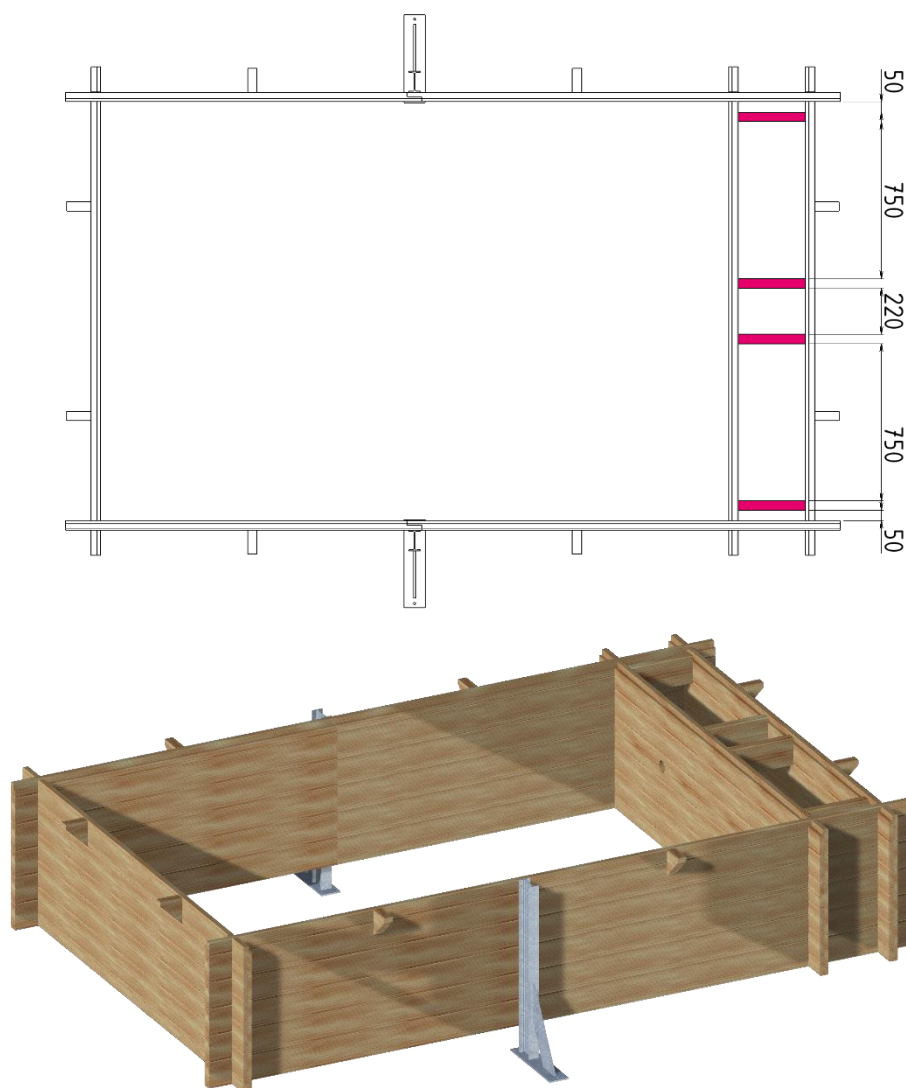

Figura 10 – Posiciones de los refuerzos en la caja
- entre ellas como se indica en la Figura 10, usando 2 tornillos por par de tablas, y a ambos lados, cada uno con 5 tablas de altura, para un total de 24 tornillos de cabeza avellanada torx 5 x 40 de acero inoxidable A4 roscados 25 mm (bolsa B).
En la última fila de calzas de madera se deben fijar 4 refuerzos con 2 tornillos de cabeza avellanada 5 x 80 de acero inoxidable A4 con torx roscado de 50 mm de la bolsa H en cada extremo, es decir, un total de 16 tornillos en las cotas dadas en la *Figura 10*.